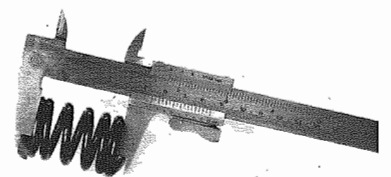

Fig. 48 - Misurare molla valvola
- Misurare la lunghezza libera della molla valvola (**Fig. 48**). Sostituire la molla se la lunghezza è inferiore al limite dato (vedi pag. 1-6).
- Measure the free length of the valve spring (**Fig. 48**). Replace the spring if its length is lower the given limit (see page 1-6).